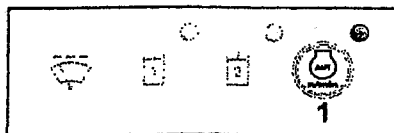

Fig. 23 Clavier de l'équipement supplémentaire
- Activez la réduction automatique du régime à partir de la touche 1, fig. 23. Lorsque la réduction automatique du régime est activée, le moteur recherchera un régime de repos ( 1000 t/min env.) lorsque leviers et pédales auront été en position neutre pendant trois secondes environ. Aussitôt que leviers ou pédales sont activés, le moteur retourne au régime de travail prédisposé.